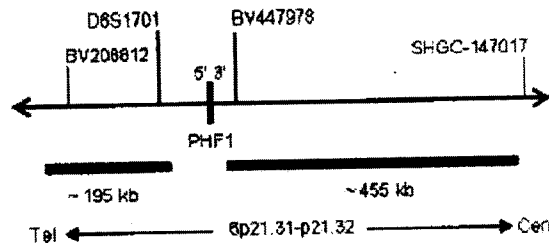

Fig. 1: Mapa de la sonda SPEC PHF1 (No a escala)
- Polinucleótidos marcados con ZyGreen (excitación 503 nm/emisión a 528 nm) (10 ng/μl), cuyas secuencias diana mapean en 6p21.31-p21.32\* (chr6:33,406,580-33,863,564) proximal a la región de punto de interrupción de PHF1 (ver Fig. 1).
- Polinucleótidos marcados con ZyOrange (excitación 547 nm/emisión a 572 nm) (4.5 ng/μl), cuyas secuencias diana mapean en 6p21.32\* (chr6:33,121,529-33,317,357) distal a la región de punto de interrupción de PHF1 (ver Fig. 1).